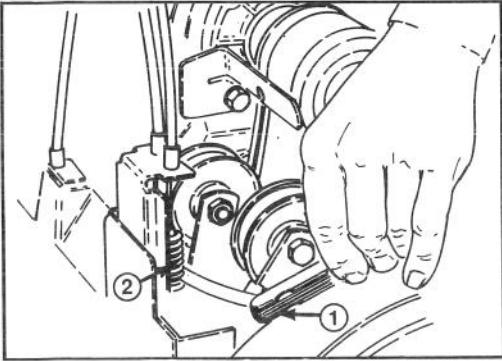

Figure 25
2. VERIFICATION DU REGLAGE DU CABLE DE LA ROUE-HELICE — Le moteur étant arrêté, appuyez sur la manette d'embrayage sur la poignée du guidon de droite. Maintenez la manette et insérez une cale d'épaisseur de 0,25 mm entre les spires au centre du ressort (Fig. 25) Réglez le câble de façon à obtenir un jeu de 0,23 à 0,3 mm entre les spires.